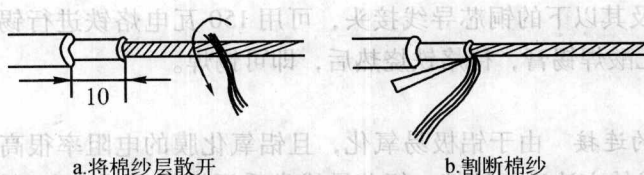

图 1.2.5 花线的剖削
(5) 花线绝缘层的剖削：必须用电工刀和钢丝钳进行剖削，其剖削方法如图 1.2.5 所示。